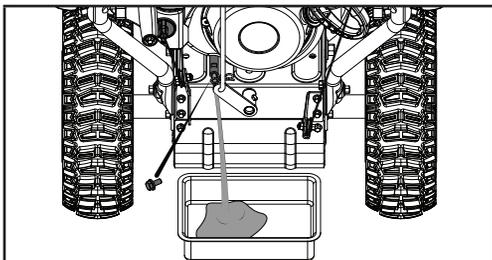

Figure 23
3. Enlevez le boulon de vidange et videz l'huile dans le contenant en inclinant légèrement le moteur dans la direction de la jauge d'huile (figure 23).